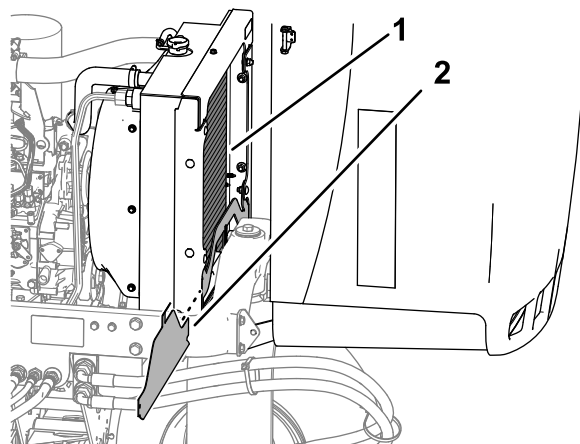

Рисунок 76
4. Снимите нижний щиток радиатора (Рисунок 76).
5. Тщательно очистите обе стороны радиатора водой или сжатым воздухом (Рисунок 76).